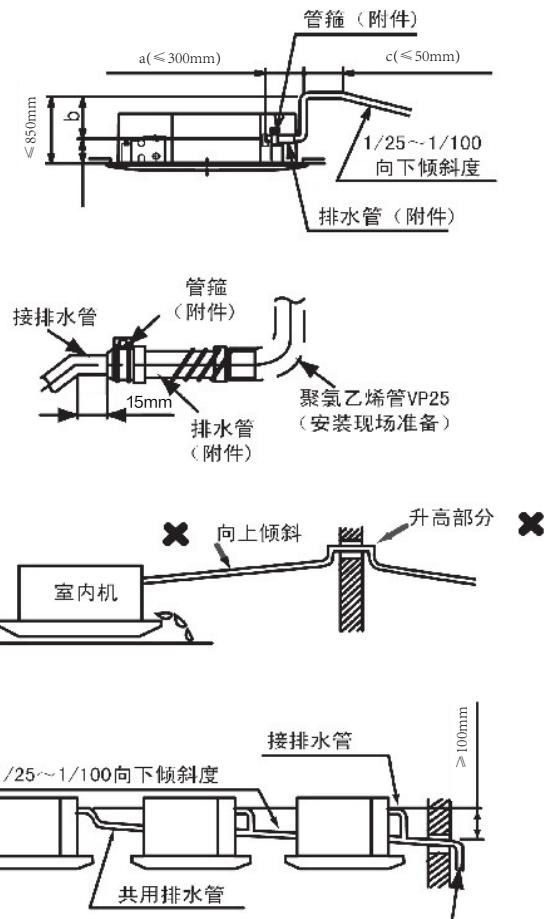

图6.1 排水管
(1) 排水管的连接位置参见图6.1。
(2) 准备外径为32mm的聚氯乙烯管。
(3) 用粘合剂和工厂提供的卡箍固定聚氯乙烯管到排水管上，聚氯乙烯管向下倾斜度为1/25~1/100。